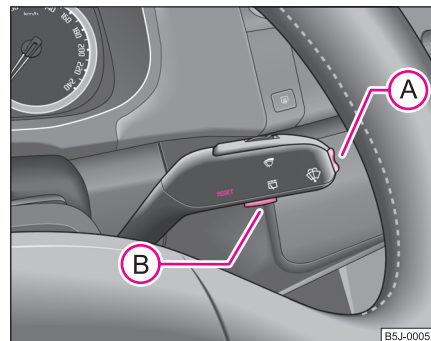

Fig. 6 Indicatorul multifuncțional: Elementele de comandă
Comutarea între cele două memorii se face de la tasta ⇒ pagina 17, fig. 6. ►
Tasta basculantă (A) și tasta (B) se găsesc în maneta de acționare a ștergătoarelor de parbriz ⇒ fig. 6.
Dacă vreți să determinați consumul mediu de carburant într-un anumit interval de timp, trebuie să ștergeți memoria cu ajutorul tastei **B** ⇒ pagina 17, fig. 6. După ștergere, în primii 300 metri, pe display se vor afișa linii.
Pe display apare durata de deplasare de la ultima ștergere a memoriei ⇒ pagina 16. Dacă doriți să determinați durata de deplasare de la un anumit moment, ștergeți memoria apăsând tasta **B** ⇒ pagina 17, fig. 6.
Pe display apare distanța parcursă de la ultima ștergere a memoriei ⇒ pagina 16. Dacă doriți să determinați kilometri parcurși de la un moment dat, ștergeți memoria în momentul în care doriți să înceapă calcularea; ștergerea memoriei se face de la tasta **B** ⇒ pagina 17, fig. 6.
Pe display apare viteza medie în km/h de la ultima ștergere a memoriei ⇒ pagina 16. Dacă doriți să determinați viteza medie într-un anumit interval de timp, trebuie să ștergeți memoria cu ajutorul tastei **B** ⇒ pagina 17, fig. 6.